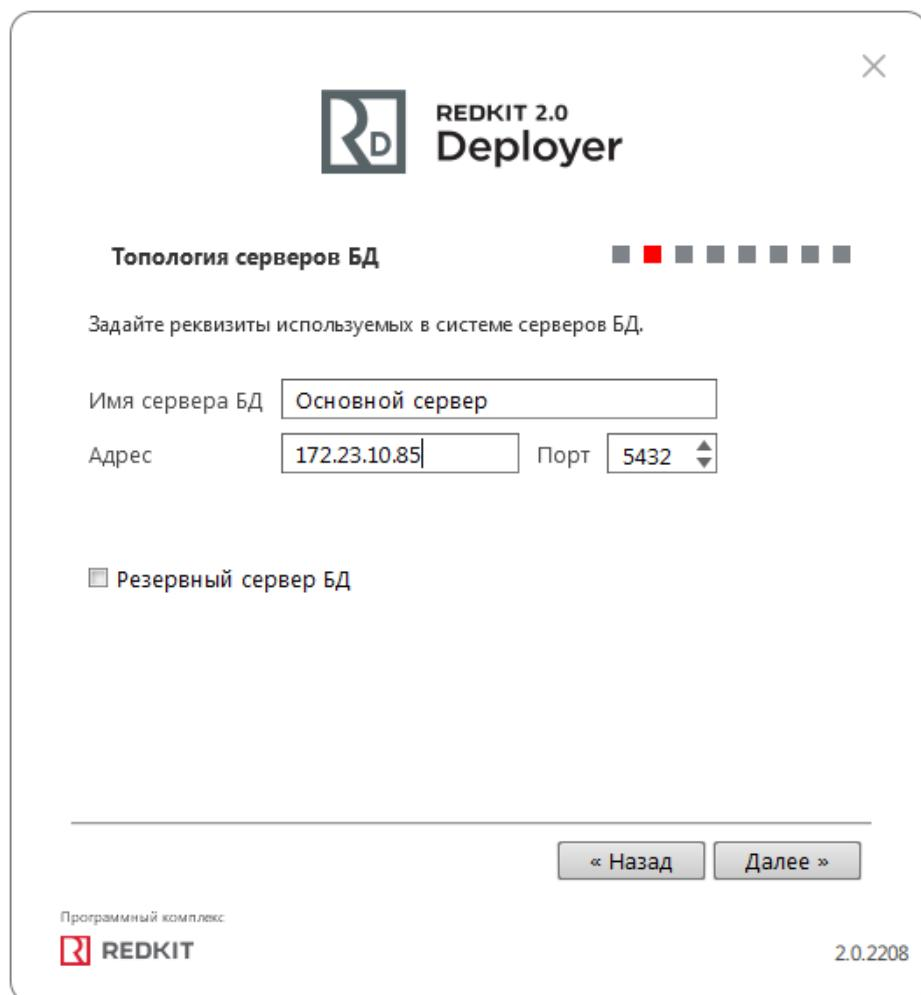

Рисунок 62 - Топология серверов БД
5. Укажите реквизиты серверов БД: имя сервера БД (длина имени БД ограничена 16 символами), IP-адрес основного сервера. Порт должен соответствовать порту, на котором запускается postgres. Нажмите **Далее** (Рисунок 62).